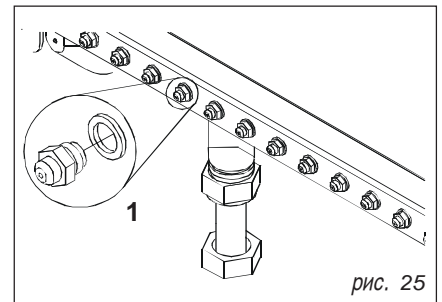

рис. 25
- Подключить дифференциальный манометр к отверстию для измерения давления на выходе из газового клапана (рис. 25)
- При необходимости отрегулировать давление, поворачивая гайку «С» ключом на 10 (рис. 25). При повороте по часовой стрелке давление на выходе увеличивается, против часовой уменьшается.
- снять крышку А (рис. 25) с газового клапана и завинтить до упора винт регулировки максимального давления В
- завинтить винт А крышки регулятора (рис.25)